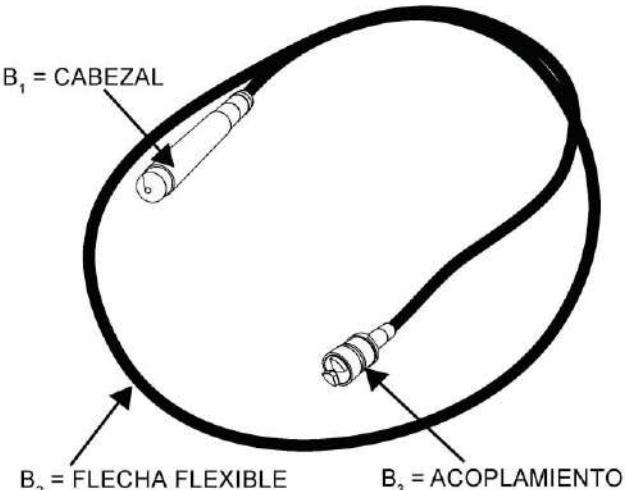

FIGURA 14. CONJUNTO VIBRADOR
- b) Conjunto flexible (figura 14)
**b) Los conjuntos flexibles** CIPSA AA están formados de tres partes principales: (figura 14)